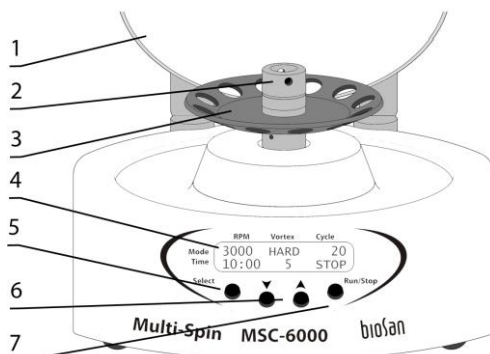

Рисунок 3. MSC-3000 и MSC-6000
4.4.2. **MSC-3000 и MSC-6000.** Чтобы сменить ротор (рис. 3/3), откройте крышку прибора.
Вставьте штифт для съёма ротора в отверстие в головке ротора (рис. 3/2). Удерживая ротор одной рукой, поверните головку ротора против часовой стрелки, используя стержень как рычаг. Смените ротор и зафиксируйте его. Закройте крышку и отключите блок питания от сети.
- 5.2.1. Подключите блок питания к сетевой розетке с заземлением. Загорится дисплей (рис. 3/4) и разблокируется крышка (модель **MSC-6000**).
- 5.2.3. **Установка параметров.** Нажмите кнопку **Select** (рис. 3/5) для выбора изменяемого параметра. Каждое нажатие кнопки **Select** последовательно по кругу активирует параметры. Активный параметр мигает. Используйте кнопки ▲ и ▼ (рис. 3/6) для установки необходимого значения. Если нажать и удерживать кнопку дольше 2 с, значения меняются быстрее.
5.2.4. Нажмите кнопку **Run/Stop** (рис. 3/7) чтобы начать программу. Дисплей покажет индикацию RUN (рис. 7/2) и, для **MSC-6000**, индикацию закрытой крышки (/ , рис. 7/1).